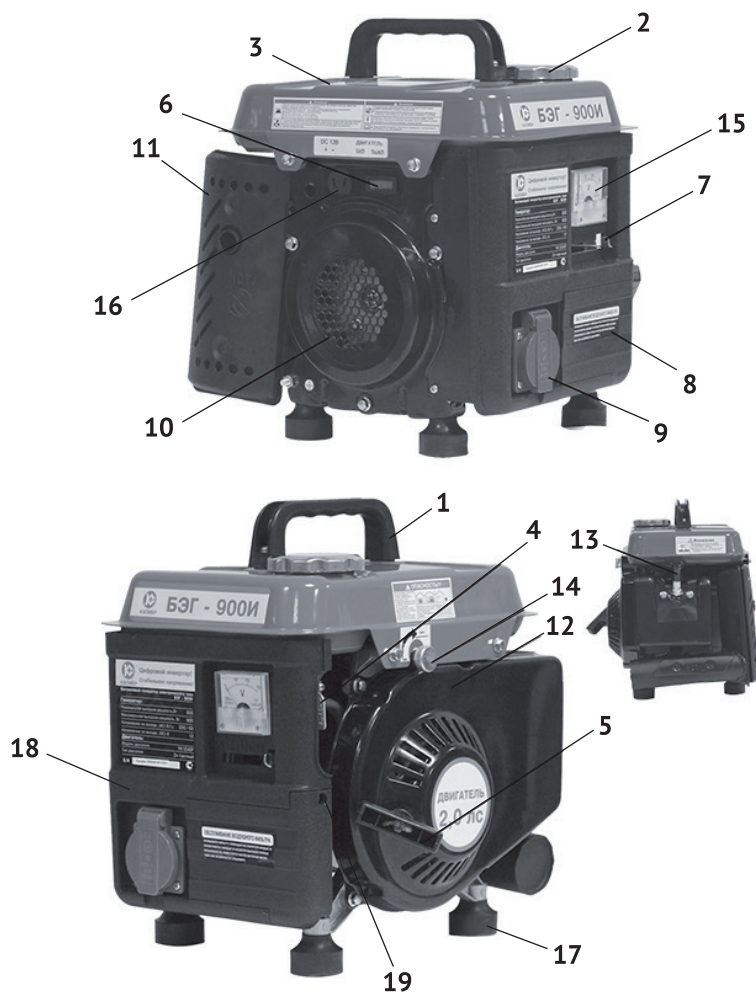

рис.1
Коленчатый вал, приводимый во вращение возвратно-поступательными движениями поршня двигателя (рис.1 поз.12), передаёт крутящий момент на вал якоря генератора. Передача осуществляется через коническое сопряжение ротора генератора и вала двигателя. При этом образуется самоцентрирующаяся трёхопорная схема соединения. С обмоток статора генератора напряжение подводится: через инверторную систему стабилизации на розетку однофазного переменного тока 220В (рис.1 поз.9), или через выпрямительный блок на розетку постоянного тока (рис.1 поз.16). Инверторный преобразователь позволяет бензогенератору выдавать энергию с максимально стабильными параметрами, что позволяет использовать его для питания чувствительных электроприборов и электроники.
2.4 Общий вид бензогенератора представлен на рис.1
3.2 Бензогенератор оснащён одноцилиндровым двухтактным двигателем внутреннего сгорания с верхним расположением клапанов и нижним расположением коленчатого вала. Верхнее расположение клапанов снижает теплонапряжённость двигателя. При этом достигается более высокая выходная мощность в меньшем рабочем объёме при эффективном сгорании топлива. Двигатель имеет карбюраторную систему питания. Пуск двигателя осуществляется ручным тросовым возвратным стартёром (рис.1 поз.5).
3.4 Основным несущим узлом бензогенератора является блок двигатель-генератор, на котором закреплены: топливный бак (рис.1 поз.3), глушитель (рис.1 поз.11) и пластиковый корпус панели управления. Воздушный фильтр размещён в нижней части корпуса панели управления (рис.1 поз.18).
Открутите крышку топливного бака (рис.1 поз.2). Заливайте топливо в бак не более чем на 1 см ниже уровня основания заливной горловины. Перед запуском двигателя тщательно протрите крышку топливного бака, удалив возможные при заправке брызги топлива.
- открыть топливный кран (рис.1 поз.4);
- перевести выключатель зажигания (рис.1 поз.6) в положение «ВКЛ»;
- перевести рычаг воздушной заслонки (рис.1 поз.7) в положение «закрыто» (крайнее левое положение) при пуске холодного двигателя (для прогретого
- резко, с усилием потяните рукоятку стартера (рис.1 поз.5) до упора, повторите действие ещё раз, если двигатель не завёлся.
- отключить потребителей электроэнергии от розетки (рис.1 поз.9);
- перевести выключатель зажигания (рис.1 поз.6) в положение «ВЫКЛ»;
- закрыть топливный кран (рис.1 поз.4).
Подключение нагрузки потребителя к розетке переменного тока (рис.1 поз.9) производится в следующем порядке: